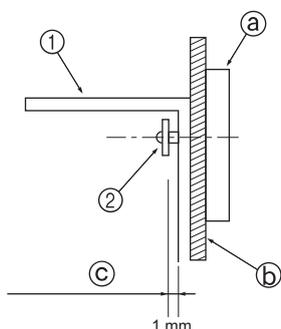

Fig. 3-4
- In primo luogo, montare la staffa sulla parete e serrare quindi la vite in modo che la staffa stessa possa muoversi verso l'alto e verso il basso. (Fig. 3-4)
- ① Staffa di protezione contro il ribaltamento
- ② Vite di mascheratura
- ③ Fascia ornamentale
- ④ Materiale di superficie della parete
- ⑤ Spazio di circa 1 mm